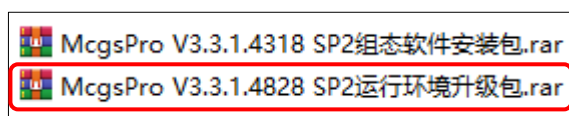

图 1.1-1 运行环境升级包
如图 1.1-1 所示，McgsPro 运行环境升级包一般跟随 McgsPro 组态软件一起发布。该升级包可强制将 TPC 运行环境升级到目标版本，无视 TPC 当前运行环境版本。
- ① 解压图 1.1-1 所示的运行环境升级包，拷贝解压文件“tpcbakcup”到 U 盘；